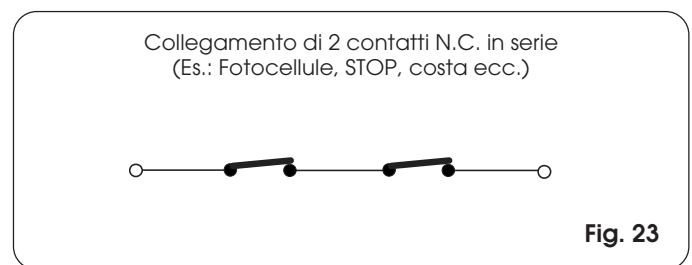

Fig. 23
N.B.: se due dispositivi con contatto N.C. hanno la stessa funzione vanno collegati in serie tra di loro (Fig. 23).